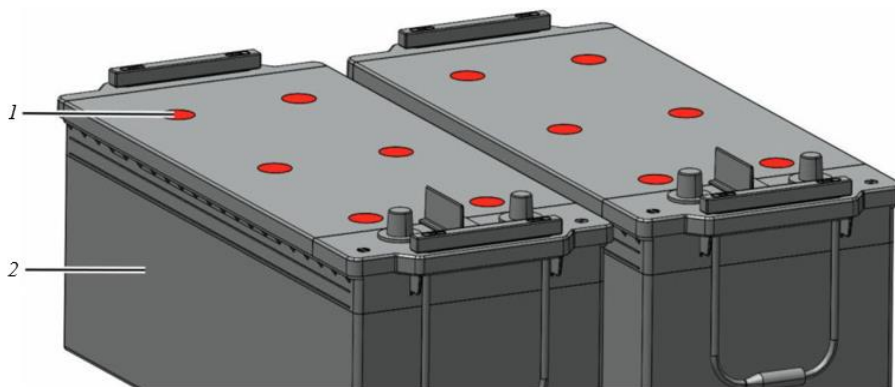

Рисунок 3.118. Аккумуляторные батареи
- Открыть пробки наливных горловин во всех отсеках (для открытия вращать пробку против часовой стрелки) аккумуляторной батареи рис. 3.118.